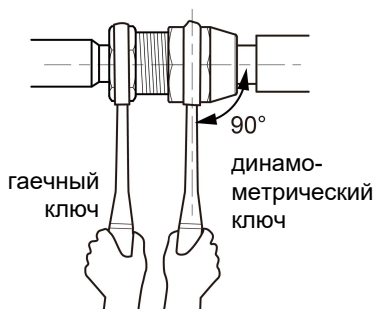

рис. 13
- (3) С помощью динамометрического ключа закручивайте гайку до тех пор, пока ключ не издаст щелкающий звук (держите рукоятку ключа так, чтобы она находилась под прямым углом к трубе, как показано на рис.13).
- (4) Оберните неизолированную соединительную трубу и стык изоляционным материалом. Затем плотно закрепите пластиковой лентой.
- (5) Соединительная труба должна поддерживаться опорой, а не самим устройством.
- (6) Угол изгиба трубопровода не должен быть слишком маленьким, в противном случае на трубопроводе могут появиться трещины. При необходимости, используйте трубогиб, чтобы согнуть трубу.
(7) При подсоединении внутреннего блока не тяните с силой за большие и малые соединения внутреннего блока, что бы не повредить элементы и не вызвать утечку